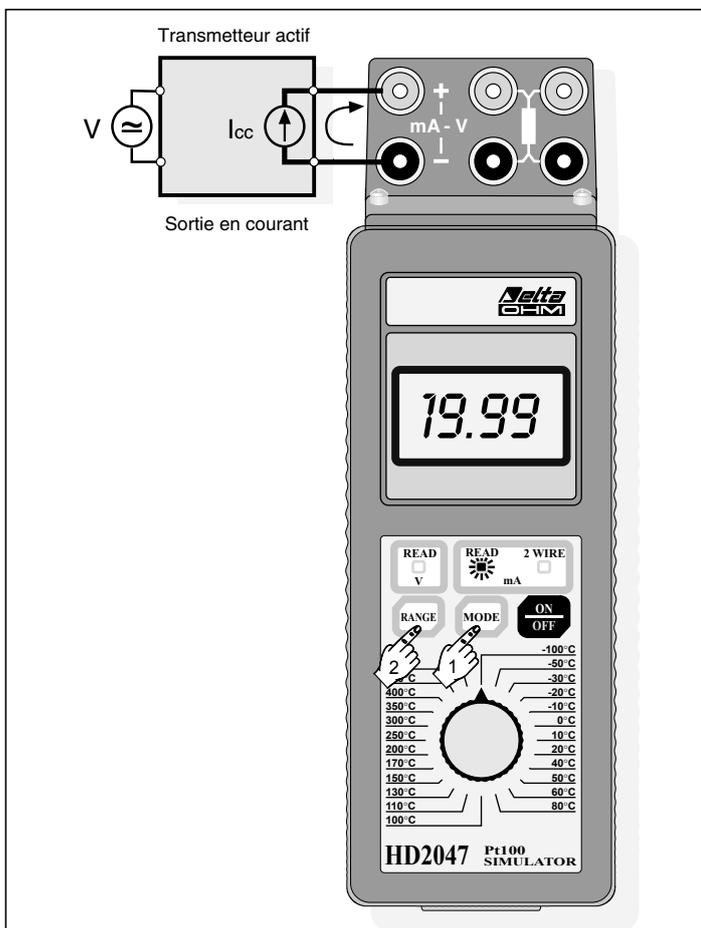

Fig. 2 Mesure de courant continue.
Procédure (voir fig.2):
- relier les fils aux douilles conformément à la fig.2 en respectant la polarité: le courant, pour être lu, doit entrer par la douille +;